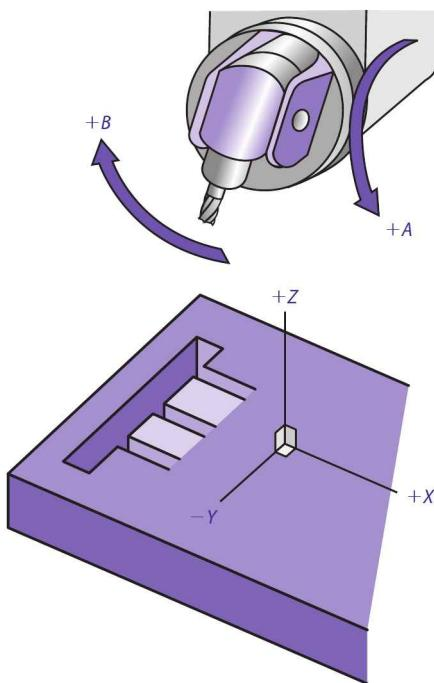

Figura 8-37 Os cinco eixos com um sinal negativo.
1. Cinco eixos são mostrados na Figura 8-37.